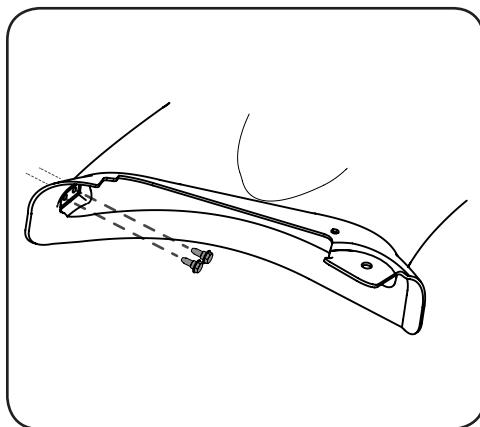

Figure 1-1
- From the inside, put the two shoulder screws through the holes at the bottom front of the boot. See Figure 1-1.
- Insérez les deux vis à épaulement à partir de l'intérieur de la goulotte dans les trous qui se trouvent sur la partie avant inférieure du support de la goulotte. Voir Figure 1-1.